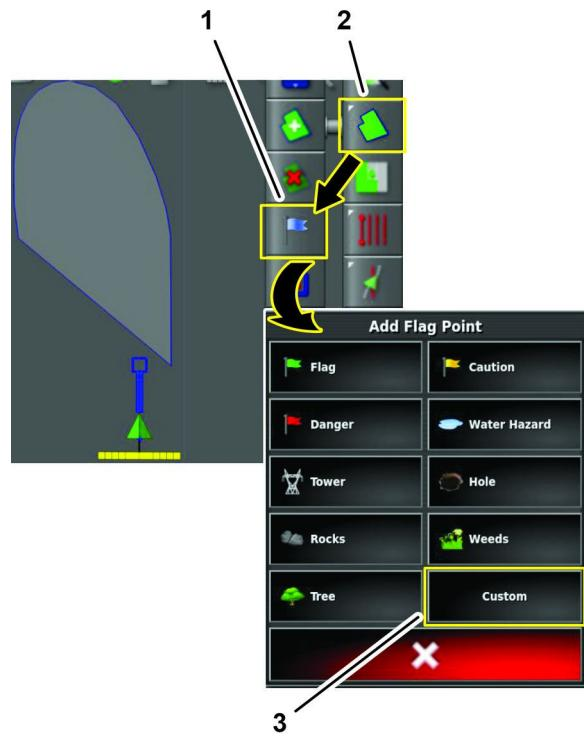

图 80
3. 按定制标志旗点图标图 80。添加标志旗点对话框将显示。
2. 在添加标志旗点菜单中按场地菜单图标和设定标志旗点图标图 80。